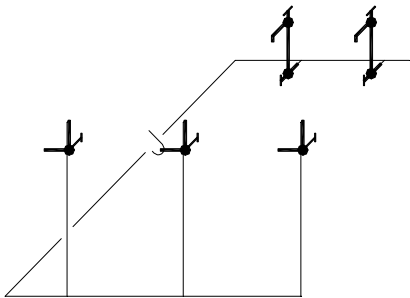

图 3-48 打开系统缩放素材
① 按 Ctrl+O 组合键，打开配套光盘提供的“第 3 章/3.3.5 系统缩放.dwg”素材文件，结果如图 3-48 所示。
② 输入 XTSE 命令按回车键，命令行提示如下：